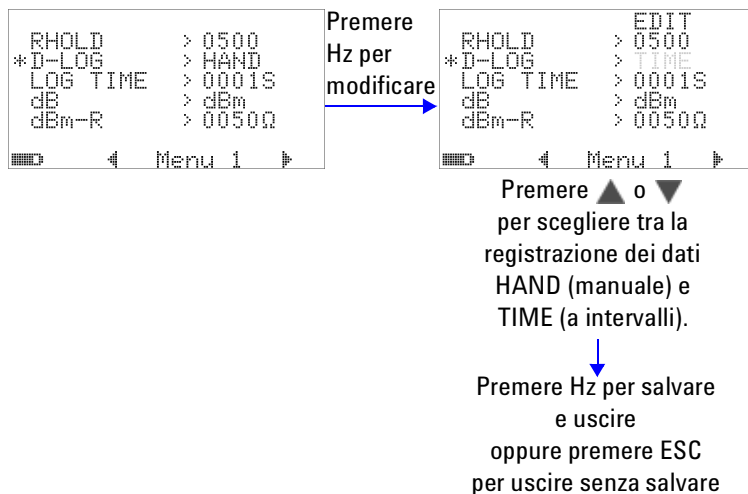

Figura 4-3 Impostazione della registrazione dei dati
- 1 Impostare l'opzione "HAND" per abilitare la registrazione dei dati manuale (Hand) oppure "TIME" per abilitare la registrazione dei dati a intervalli (Time). Consultare la Figura 4-3 a pagina 90.